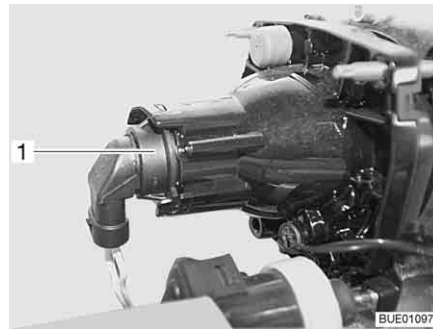

Fig. 254 Feux de croisement/feux de position/feux de route
- Placer la main derrière le support de lampe (Fig. 254,1).